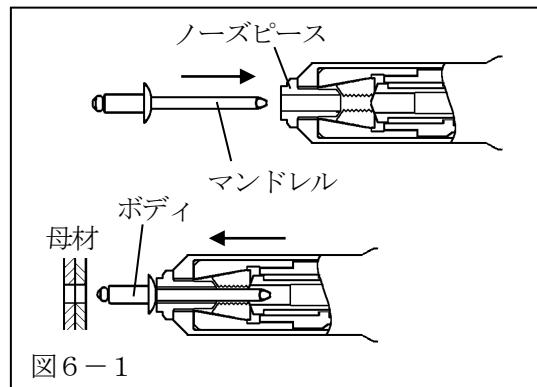

図6-1
(1) ノーズピースにマンドレルを差し込みリベットを装着した後、母材下穴にリベットのボディを挿入してください。(図6-1)